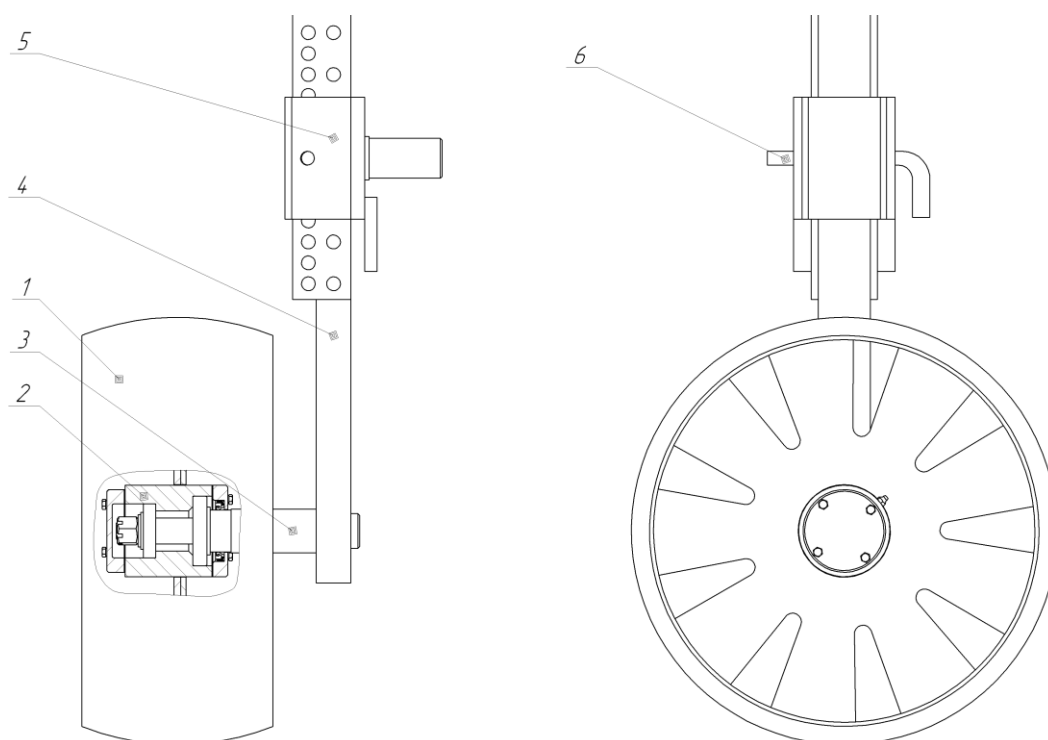

Рисунок 4 – Колесо опорное с механизмом регулировки:
2.7 Колесо опорное служит для установки и поддержания глубины пахоты при работе плуга (рисунок 4). Колесо состоит из обода 1, ступицы 2. Ступица
6.2 Глубина пахоты устанавливается гидравликой навесного устройства трактора и регулировкой вылета опорного колеса из кронштейна 5 и стопорится фиксатором 6 (см. рисунок 4).
8.9.1 Глубина пахоты определяется положением колеса плуга относительно опорной плоскости корпусов плуга, а также положением навески трактора относительно поверхности поля. Установка колеса на заданную глубину пахоты осуществляется регулировкой вылета опорного колеса из кронштейна (рисунок 4), регулировка положения навески трактора осуществляется с помощью гидросистемы трактора.